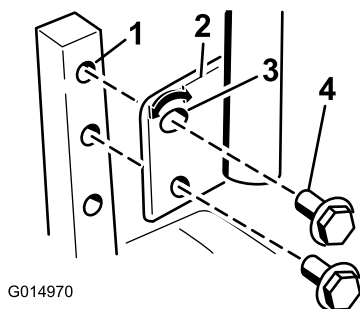

Figure 22
1. Retirez les 2 boulons qui fixent le levier de commande à l'arbre du bras de commande (Figure 22).
2. Placez le levier de commande dans les trous suivants. Fixez le levier avec les 2 boulons (Figure 22).
2. Desserrez le boulon inférieur jusqu'à ce qu'il soit possible de pivoter le levier de commande en avant ou en arrière (Figure 22). Serrez les deux boulons pour fixer la commande à sa nouvelle position.